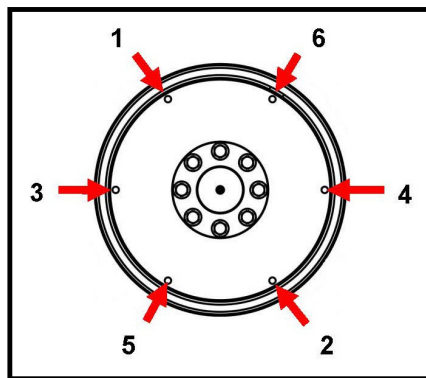

ABBILDUNG 22. REIHENFOLGE DER BEFESTIGUNG
- Die Schrauben anziehen, um die Kupplungsscheibe in der vorgeschriebenen Reihenfolge auf dem Schwungrad zu montieren. Siehe dazu Abbildung 22 auf Seite 40.